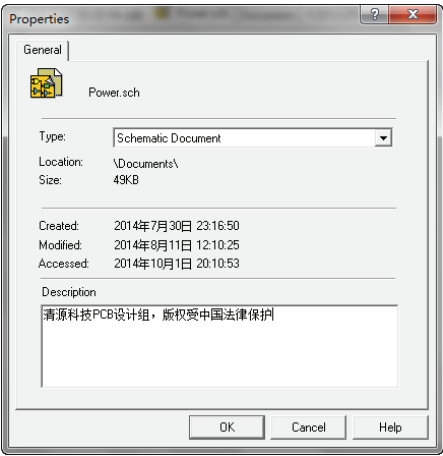

图 1-14 “Properties” 对话框
13) Properties: 管理当前设计库的属性。如果先选中一个文件对象后，再执行该命令，则系统将弹出如图 1-14 所示的“Properties”对话框，可以修改或设置文件属性和说明。